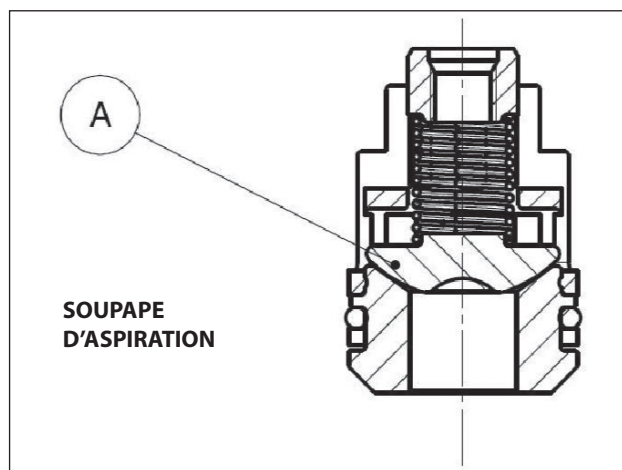
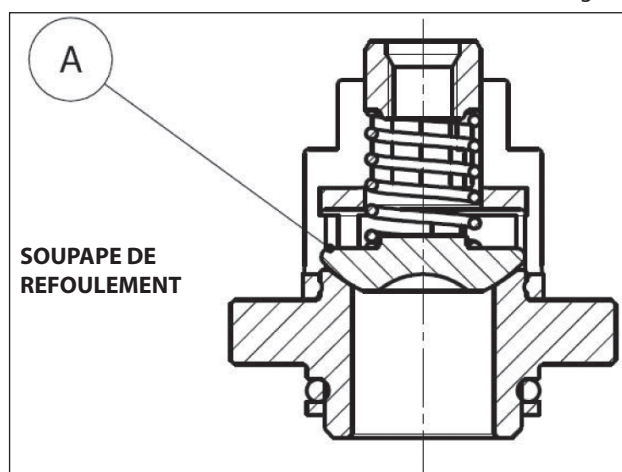

Fig. 26
Fig. 27
2. **Pour la version HS18 également, prendre soin de ne pas inverser les soupapes d'admission sphériques et les soupapes de refoulement « A » (Fig. 26, Fig. 27), rep. éclaté 46 comme indiqué dans la section 16 du *Manuel d'utilisation et d'entretien*.**